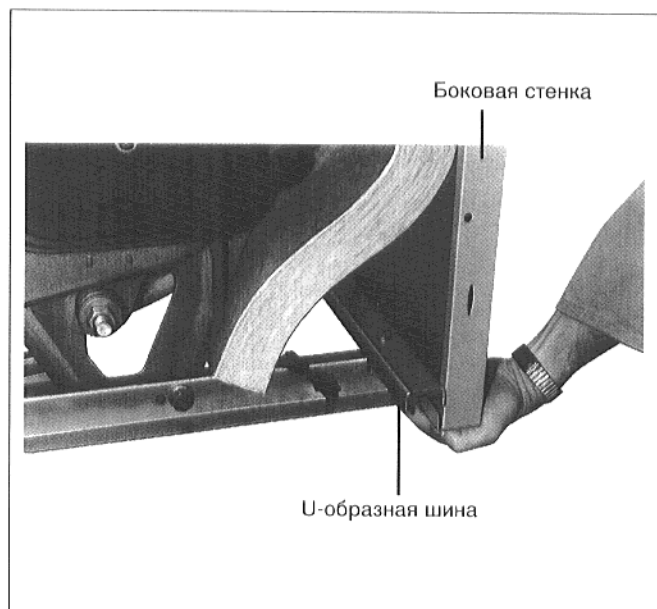

Рис. 42
- Взяться снизу за боковые стенки, приподнять U-образную шину, слегка придавить боковые стенки к блоку котла и вставить U-образную шину в окантовку боковых стенок (рис. 42).